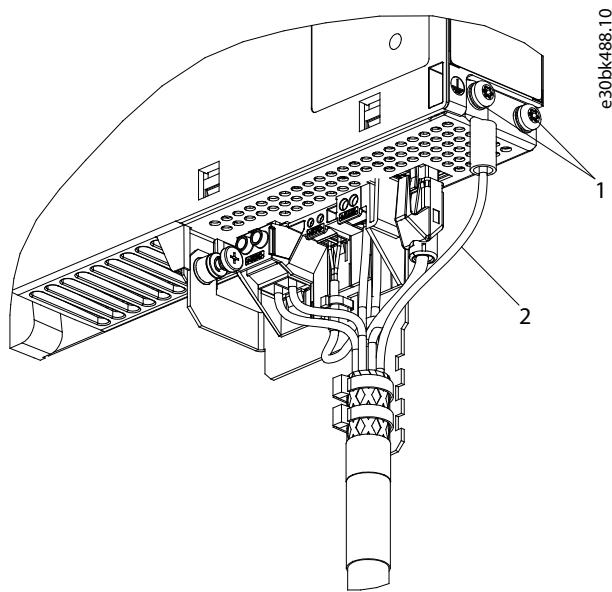

Abbildung 21: Anschließen des Schutzleiters der Einspeiseleitung
- Schließen Sie den gelb/grünen PE-Draht der Einspeiseleitung an einer der PE-Schrauben an der Vorderseite des DAM 510 an, wie in Abbildung 21 dargestellt.